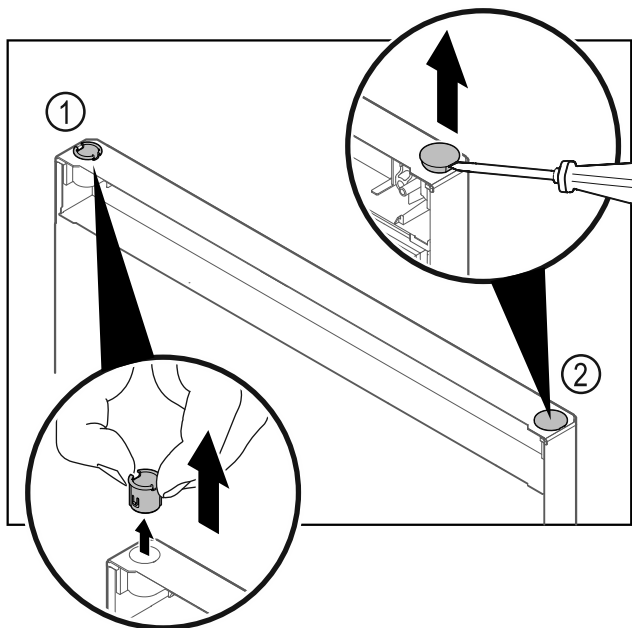

Fig. 23
- ▶ Trekk ut hengselbøssingen Fig. 23 (1) med fingrene.
- ▶ Løft dekkstøpselet Fig. 23 (2) forsiktig opp med en skruetrekker, og trekk det av.